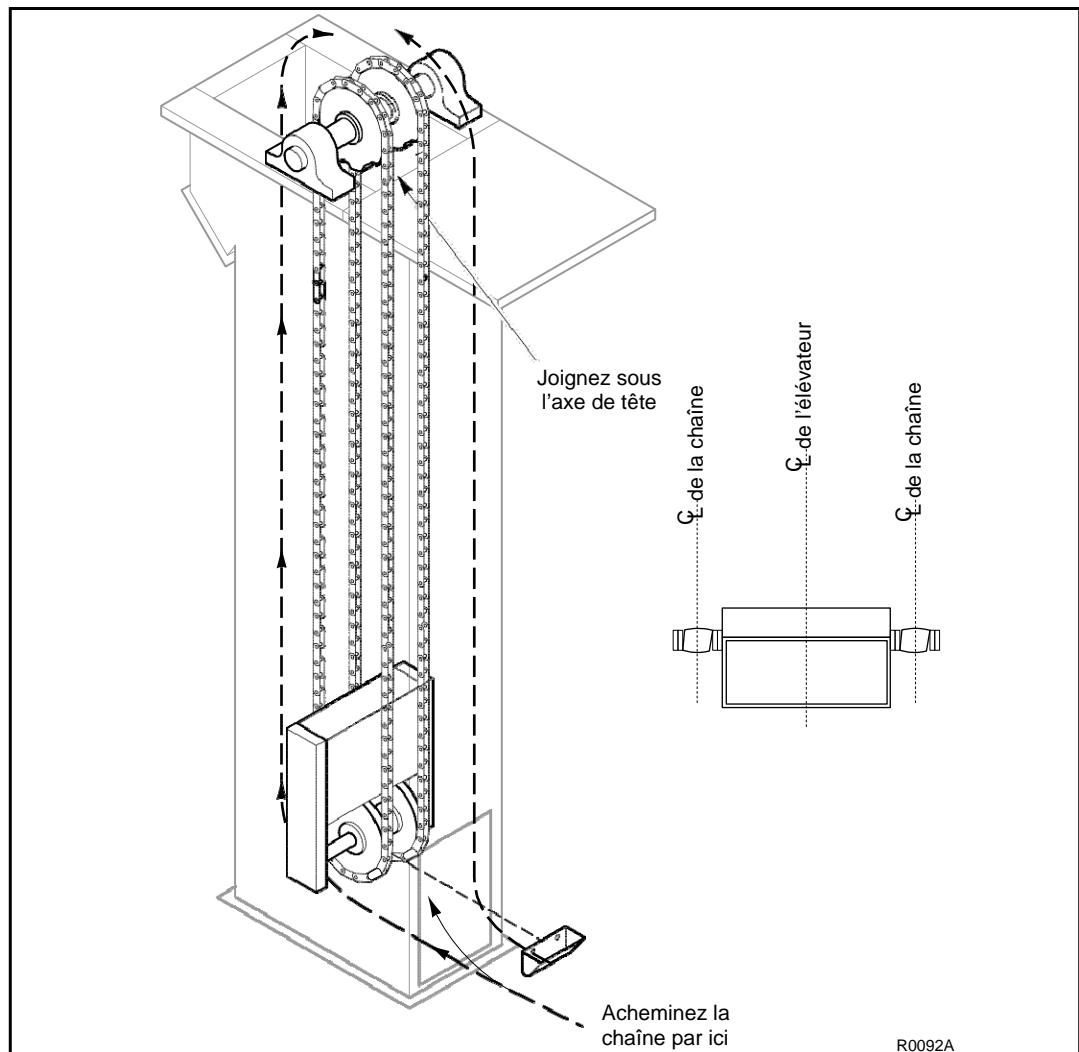

Figure 2-11 :
Les chaînes peuvent maintenant être installées dans le conduit de l'élévateur. Les longueurs de chaîne devraient être assemblées à l'extérieur du conduit de l'élévateur et acheminées via la section du bas. Veuillez voir la *Figure 2-11*.
Pas plus de vingt (20) pi (6,1 m) de chaîne ne devraient être assemblés à l'extérieur de l'élévateur lors de l'installation pour prévenir la torsion et les plis. Assurez-vous que la chaîne soit orientée correctement. *Figure 2-11*.
Veuillez voir la *Figure 2-11* pour un dessin illustrant l'installation des chaînes.